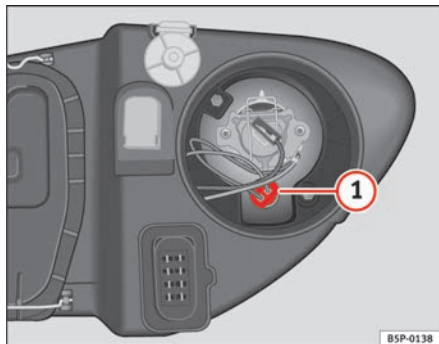

Fig. 192 Luz de población
- Extraiga el portalámparas ⇒ fig. 192 **1** hacia fuera.